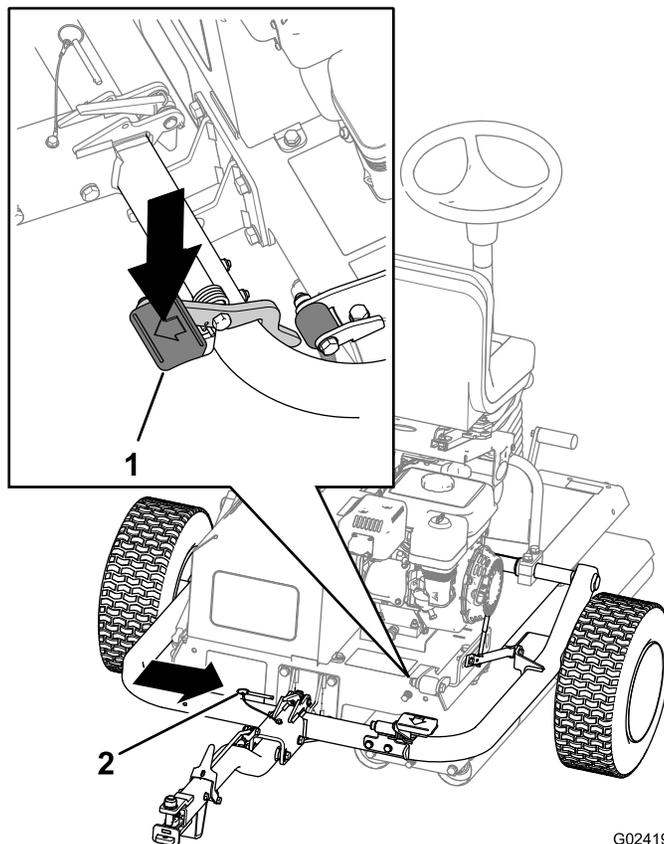

Figura 18
- C. Premete il pedale dell'attacco in modo che l'attacco si blocchi in posizione (Figura 18).
- D. Inserite il perno di bloccaggio (Figura 18).